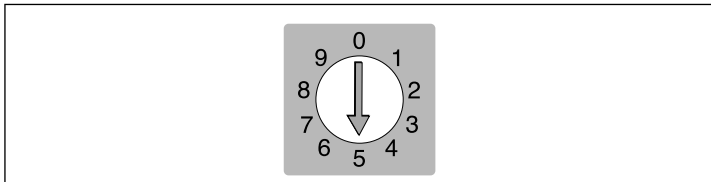

Figure 4: Sélecteur d'adresse SCSI
- A Sélecteur d'adresse SCSI:** pour affecter une adresse, servez-vous d'un tournevis pour orienter la flèche vers un numéro d'adresse compris entre 0 et 6. Ne pas utiliser 7, 8 ou 9. Pour plus de détails, reportez-vous à la figure 4.
4. **IMPORTANT** : la face arrière du scanner comporte un petit cadran servant à régler l'adresse SCSI du scanner (cf. figure 4). Assurez-vous que chaque périphérique de votre chaîne SCSI a une adresse SCSI différente. Si nécessaire, réglez le scanner sur une nouvelle adresse en tournant la flèche avec un petit tournevis. N'utilisez que les adresses 0, 1, 2, 3, 4, 5, ou 6. N'utilisez pas 7, 8, ou 9.